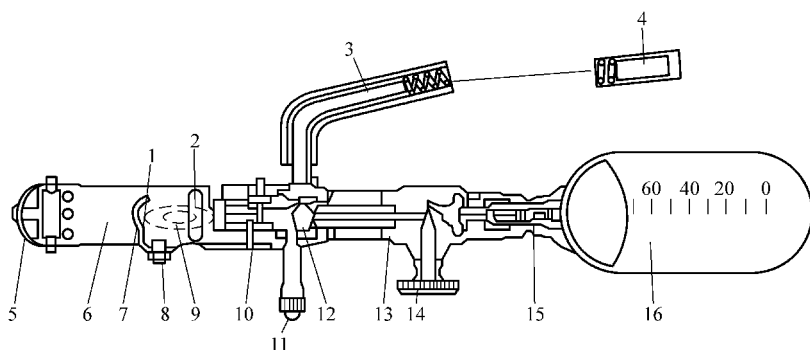

图 7-27 卤素灯检漏仪的结构
(1) 卤素灯检漏仪的结构 卤素灯检漏仪是一种传统的氟利昂制冷剂检漏设备, 它实质上是一只以酒精为燃料的喷灯。它是靠鉴别火焰颜色的变化来判别泄漏量的大小的, 结构如图 7-27 所示。
(2) 卤素灯检漏仪工作原理 卤素灯检漏是利用卤素灯喷射的火焰与氟利昂气体接触,